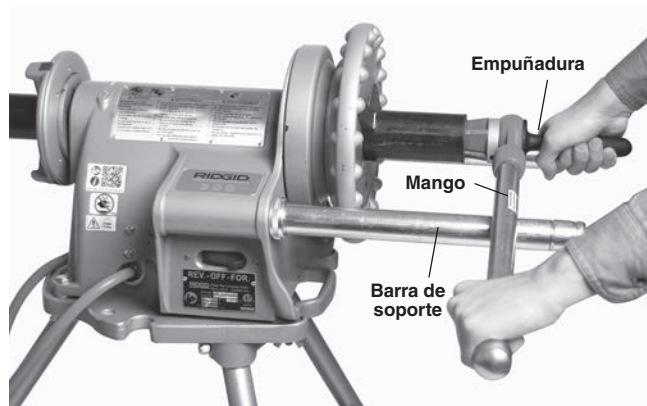

Figura 16 – Escariado de un tubo con un escariador manual. El mango del escariador debe mantenerse en contacto con la barra de soporte.
2. Introduzca el escariador dentro del extremo del tubo como se muestra en la *Figura 16*. Apoye el mango del escariador sobre la barra de soporte del lado del conmutador. Sostenga la empuñadura del escariador con la mano derecha.